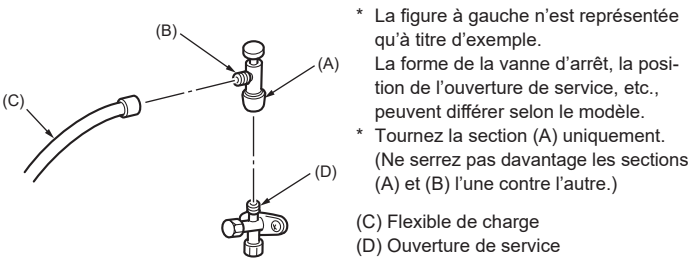

Fig. 4-7
(1) Retirez le bouchon, et tournez la tige de soupape à fond dans le sens antihoraire avec une clé hexagonale de 4 mm (5/32 pouce). Arrêtez de tourner quand elle frappe la retenue. (ø9,52, 3/8 pouce: env. 10 tours)
(2) Vérifier que la vanne d'arrêt est complètement ouverte et tourner le capuchon pour le ramener sur sa position d'origine.
- Précautions à prendre lors de l'utilisation de la soupape de charge (Fig. 4-7)**
- Après avoir posé la section (B) dans la direction désirée, tournez la section (A) uniquement et serrez-la.
- Ne serrez pas davantage les sections (A) et (B) l'une contre l'autre après avoir serré la section (A).